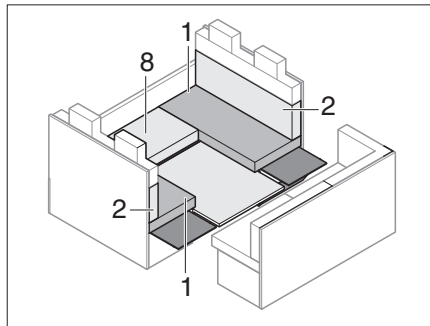

Fig. 192 Durante la trasformazione
- Rimuovere i cuscini del divano (Fig. 192,8) e la sottostruttura.